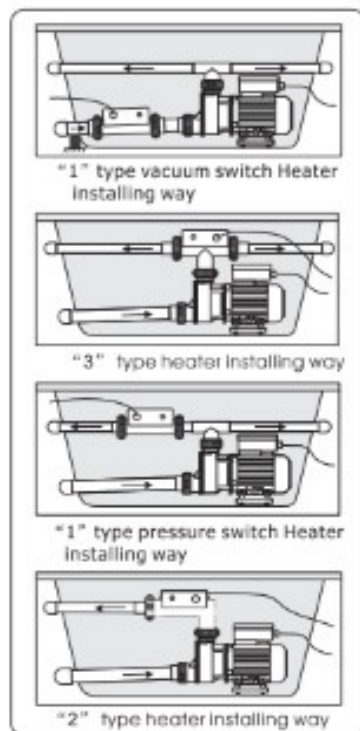

Fig.2
2.2 - Le réchauffeur peut être installé avec l'entrée ou la sortie de la pompe de la baignoire (Fig.2) (Note : il ne peut pas être fixé par attachement).